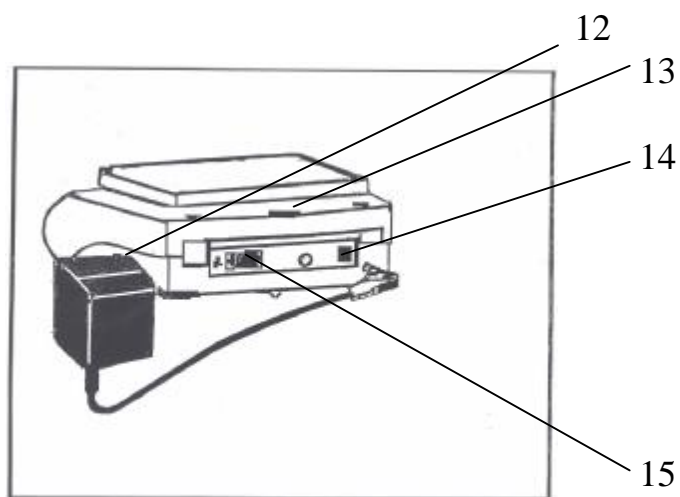

Рисунок 5 – Вид весов сзади
1.3.1 Общий вид весов приведен на рисунках 1, 2, 3, 4, 5. Корпус весов состоит из основания (6) с кожухом. Чашка весов (1) устанавливается на держателе чашки (2). В ряде модификаций она располагается над брызгозащитным кольцом (3) и защитной пластиной (5) или над крышкой нижней (9), которые изготовлены из нержавеющей стали (рисунки 1, 2). Эти детали совместно со стеклянной ветрозащитной витриной и ветрозащитным кольцом (8) создают защиту весового устройства от воздушных потоков. На задней панели весов (рисунок 5) находится порт интерфейса (15) для подключения периферийных устройств, втулка гнезда питания (14) для подключения блока питания (12) и проушина (13) для крепления устройств, препятствующих хищению весов. Включение и выключение весов, установка кодов меню весов, управление процессом измерения и выводом данных на периферийные устройства осуществляется с помощью панели управления (10). Для правильной установки весов предназначен индикатор уровня, расположенный на панели управления, и регулировочные ножки (7). На днище весов имеется закрытый заглушкой порт для взвешивания под весами (на рисунках не показан).
- установить брызгозащитное кольцо (3)
- установить держатель чашки (2)
- установить весовую чашку (1);
- подсоединить блок питания (12), см. рисунок 5.
- установить нижнюю крышку (9);
- установить держатель чашки (2);
- установить ветрозащитное кольцо (8);
- накрыть ветрозащитное кольцо верхней крышкой (11);